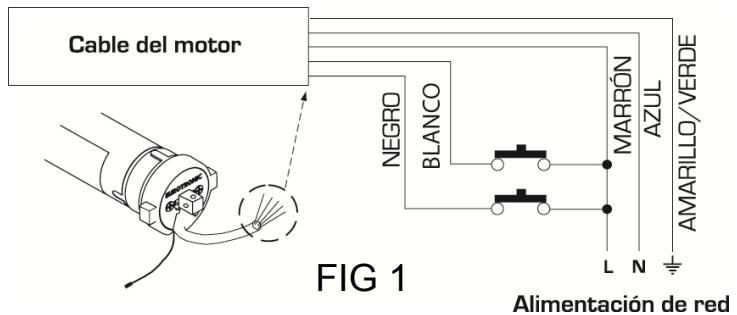

FIG 1
- Realice las conexiones eléctricas con la alimentación desconectada. Según el dibujo adjunto FIG 1.
- . Desconectar la alimentación y volver a restablecer las conexiones (según FIG 1).